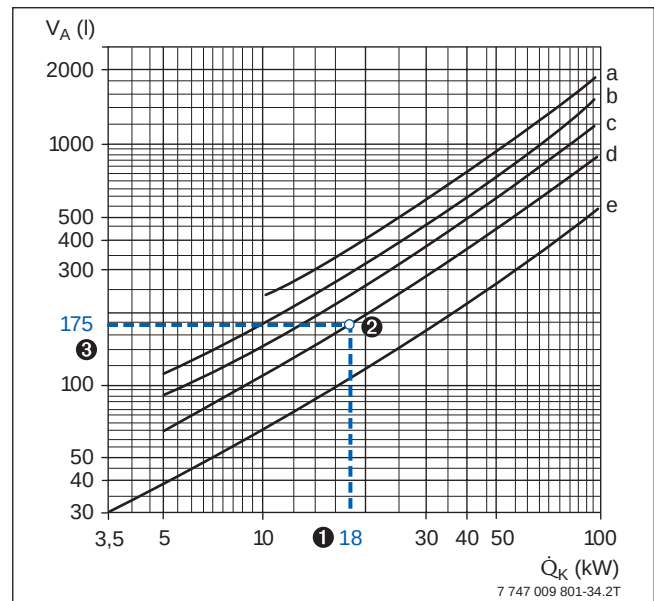

Bild 19 Anhaltswerte für den durchschnittlichen Wasserinhalt von Heizungsanlagen (nach ZVH-Richtlinie 12.02)
In Abhängigkeit von verschiedenen Parametern der Heizungsanlage lässt sich das Anlagenvolumen aus Bild 19 ablesen.
- ③ Gesamtwasserinhalt der Anlage = 175 Liter (→ Bild 19, Kurve d)
Das nach Punkt 3 in Bild 19 abgelesene Anlagenvolumen muss kleiner sein als das maximal zulässige Anlagenvolumen. Trifft das nicht zu, ist ein größeres Ausdehnungsgefäß zu wählen.
- ❹ Erforderlich ist ein AG mit 12 l Inhalt, weil hierfür das nach Bild 19 ermittelte Anlagenvolumen kleiner als das maximal zulässige Anlagenvolumen ist.